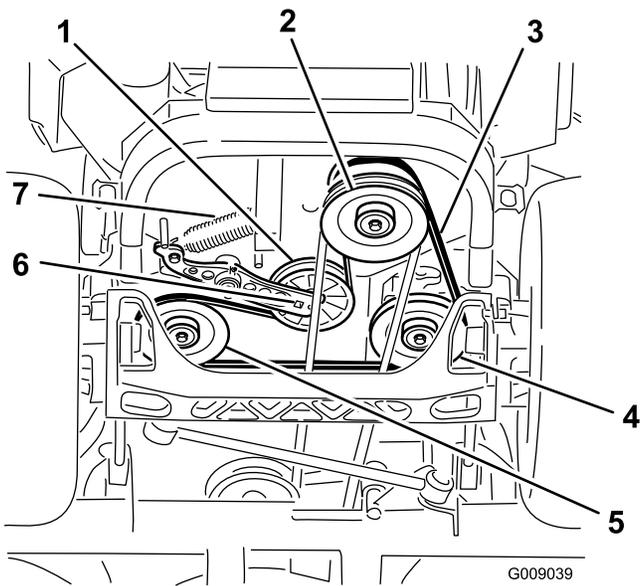

Figura 83
4. Levante la máquina y apóyela sobre soportes fijos (Figura 83).
5. Utilice una llave de carraca en el taladro cuadrado del brazo tensor para retirar el muelle tensor (Figura 83).
6. Desenganche el muelle de la polea tensora del bastidor (Figura 83).
9. Utilizando la llave de carraca en el taladro cuadrado del brazo tensor, instale el muelle tensor en el bastidor (Figura 83).